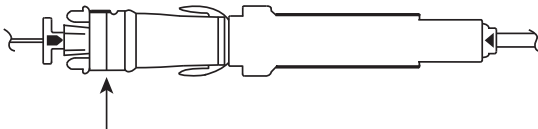

Рис. 4. Полностью вставленный в зонд аппликатор
Предупреждение. Чтобы гранулы вводились надлежащим образом, желтый указатель аппликатора (D) должен упираться в зонд и быть совмещен с красной стрелкой. См. рис. 4.